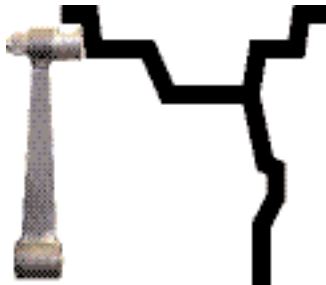

Рис. 10.1
10.2. Данная модель СБ снабжена устройством, позволяющим автоматически вводить диаметр " d " колеса и дистанцию " A ". Для этого необходимо, взяв за рукоятку, вытянуть из корпуса СБ штангу ввода параметров, подвести палец на конце рукоятки к месту установки корректирующих грузов на внутренней стороне обода (см. рис. 10.1) и удерживать штангу в этом положении до появления звукового сигнала, после чего вернуть штангу
Примечание. На маркировке диска указывается диаметр по посадке резины. А с помощью выдвижной штанги вводится диаметр места установки груза, например, на рис. 10.1 вводится диаметр места установки груза на пружинке, который больше диаметра по посадке резины примерно на 1 дюйм. Поэтому диаметр, введенный выдвижной штангой будет отличаться от диаметра на маркировке диска и шины.